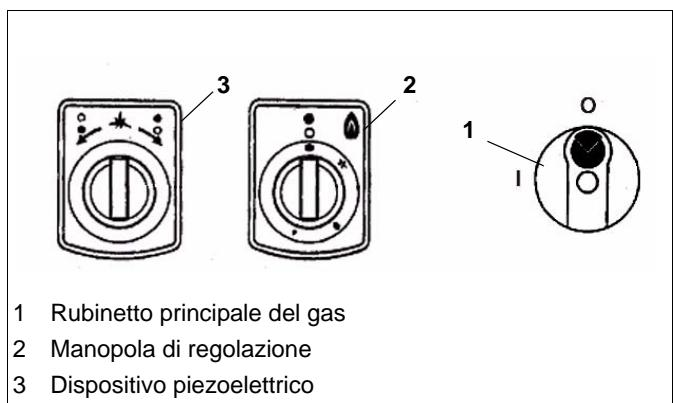

Fig.9 Pannello comandi
- ⇒ Tenere aperto il rubinetto di alimentazione dell'acqua (4/Fig.9) finché la vasca è piena.
La manopola di regolazione (2/Fig.9) ha 4 posizioni principali:
- ⇒ Premere completamente la manopola (2/Fig.9).
- ⇒ Mantenere completamente premuta la manopola di regolazione (2/Fig.9).
- ⇒ Contemporaneamente accendere il gas che fuoriesce dall'accenditore con il dispositivo piezoelettrico. Ruotando la manopola (3) in senso orario o antiorario si accende il bruciatore.
- ⇒ Premere leggermente la manopola (2/Fig.9) e ruotarla dalla posizione di accensione (★) in senso antiorario nella posizione alta (▲).
- ⇒ Premere completamente la manopola di regolazione (2/Fig.9) e ruotarla in senso antiorario dalla posizione alta (▲) a quella bassa (●).
- ⇒ Per cambiare da basso (●) ad alto (▲), premere completamente la manopola di regolazione (VB, HB/Fig.9) e ruotarla in senso orario.
- ⇒ Ruotare la manopola (2/Fig.9) sulla posizione alta (▲).
- ⇒ Con la manopola (2/Fig.9) regolare la giusta temperatura di cottura, a seconda della quantità e qualità degli alimenti da cuocere.
- ⇒ Ruotare di nuovo la manopola (2/Fig.9) in senso orario dalla posizione alta (▲) all'accensione (★). L'erogazione di gas al bruciatore principale viene interrotta e la fiamma principale si spegne. La fiamma dell'accenditore continua a bruciare ed è pronta per altre accensioni del bruciatore principale.
- ⇒ Premere leggermente la manopola (2/Fig.9) e ruotarla in senso orario dall'accensione dell'accenditore su OFF. L'erogazione di gas viene interrotta e la fiamma si spegne.
- ⇒ Disinserire bruciatore principale e accenditore (2/Fig.9).
- ⇒ Chiudere il rubinetto principale del gas (1/Fig.9). Se si usa gas liquido, deve essere chiusa anche la valvola della bombola.